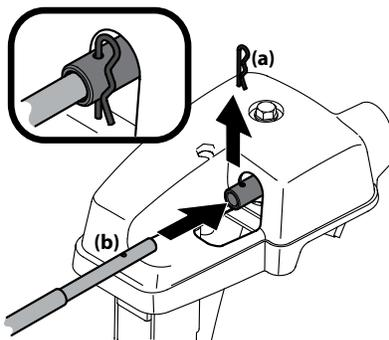

Figure 2-29
4. Retirez la goupille fendue (a) à l'arrière de la tête de commande. Voir Figure 2-29.
5. Insérez l'arbre flexible (b), retiré lors de l'assemblage de la poignée, dans la partie arrière de la tête de commande. Voir Figure 2-29. Fixez l'arbre flexible dans la tête de commande à l'aide de la goupille fendue (a) retirée à l'étape 4.